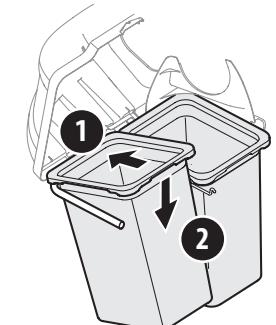

Figure 12
8. Installez les deux sacs à herbe sur leur support en insérant d'abord la partie avant du sac comme indiqué au point (1) de la Figure 12, puis la partie arrière jusqu'à ce que chaque sac soit correctement placé sur son support (2).